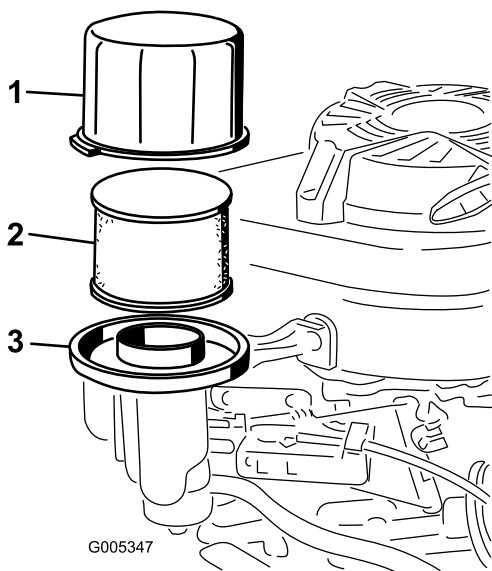

Figura 21
3. Togliete il coperchio e pulitelo accuratamente (Figura 21).
4. Rimuovete il prefiltra in schiuma sintetica e il filtro aria di carta dalla base del filtro dell'aria (Figura 21).